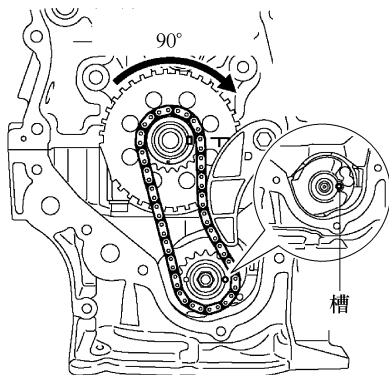

图 1-196 拆卸 2 号链条分总成
① 顺时针转动曲轴 90°，将机油泵驱动轴链轮的调节孔与机油泵的槽对准，见图 1-196。